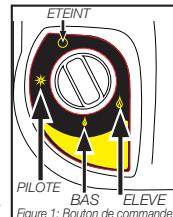

Figure 1: Bouton de commande
- Assurez-vous que 4 Boutons de contrôle de position sont en mode «ETEINT» : voir la figure 1
- Tournez le bouton de commande dans le sens antihoraire à la position «PILOTE» et appuyez pour mettre à lumière; voir la figure 1 et Figure 4.
- Après le changement de la dalle de brûleur en orange vif, ajustez la sortie de chaleur en tournant le bouton de commande à la position de réglage désirée («BAS» ou «ELEVE» ). Figure 1.